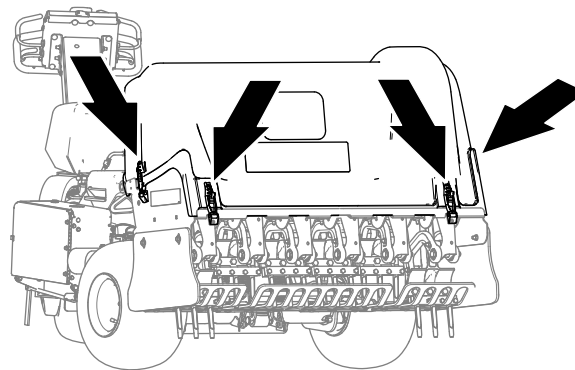

Figure 148
4. Déverrouillez le capot de la tête d'aération aux 4 points de verrouillage (Figure 148 et Figure 150).